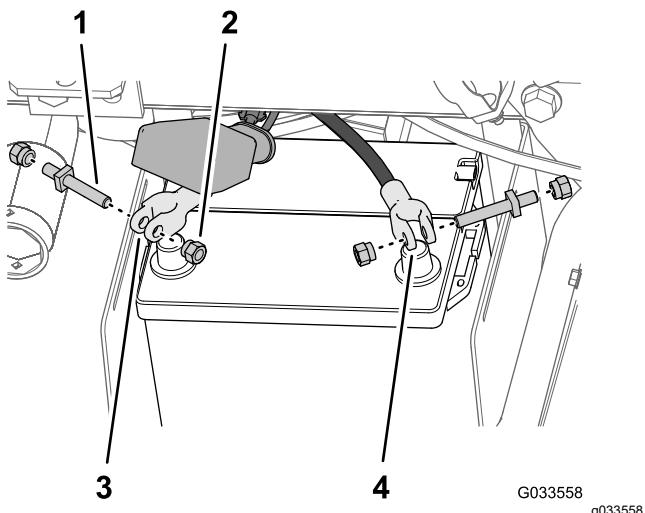

Figure 30
5. Fixez légèrement un boulon de borne et un écrou de serrage sur les cosses des câbles positif et négatif de la batterie (Figure 30).